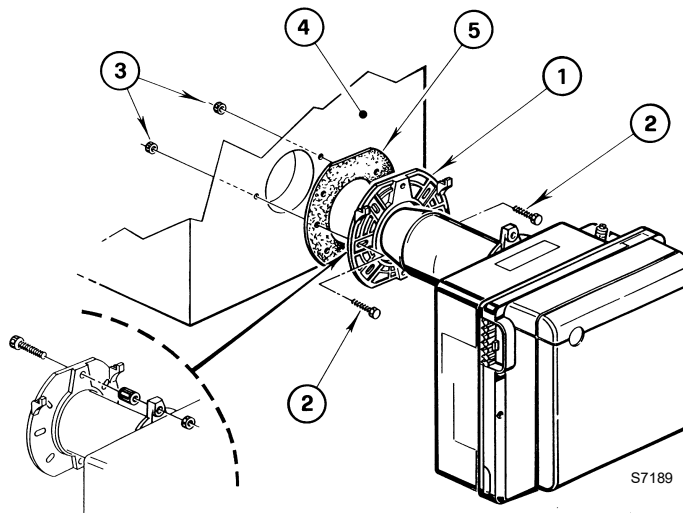

Fig. 4
- Insérer sur la bride (1) la vis et deux écrous, (voir Fig. 4).
- Elargir, si nécessaire, les trous dans le joint isolant (5).
- Fixer sur la plaque du générateur de chaleur (4) la bride (1) par l'intermédiaire des vis (2) et (si nécessaire) des écrous (3) en **interposant le joint isolant (5)**, (voir Fig. 4).